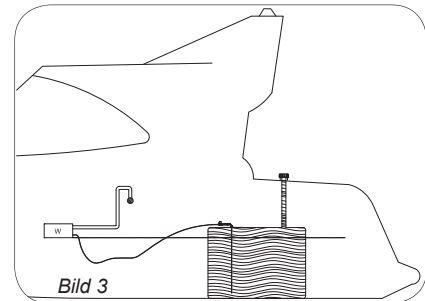

Bild 3
3. Bränslenivån ligger ovanför värmaren/spisen. Bild 3.